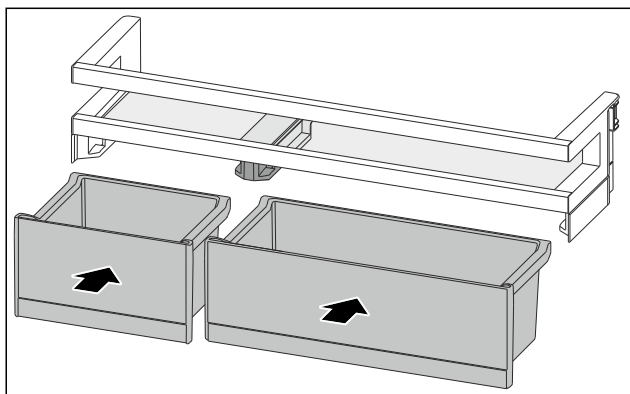

Fig. 190
- VarioBoxy vložte v opačném pořadí. (viz Fig. 190)